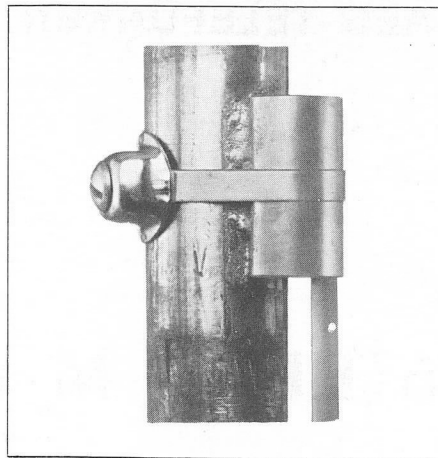

Bild 6 Vorlauffühler VFAN1
- b) Vorlauffühler VFAN1 (bereits am Zentralgerät angeschlossen) (Bild 6)